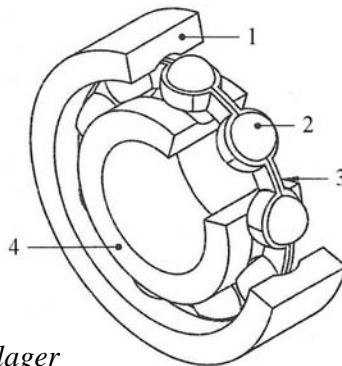

Abb.1: Rillenkugellager
- 5) a) Benenne die Einzelteile des abgebildeten (Abb.1) Rillenkugellagers.